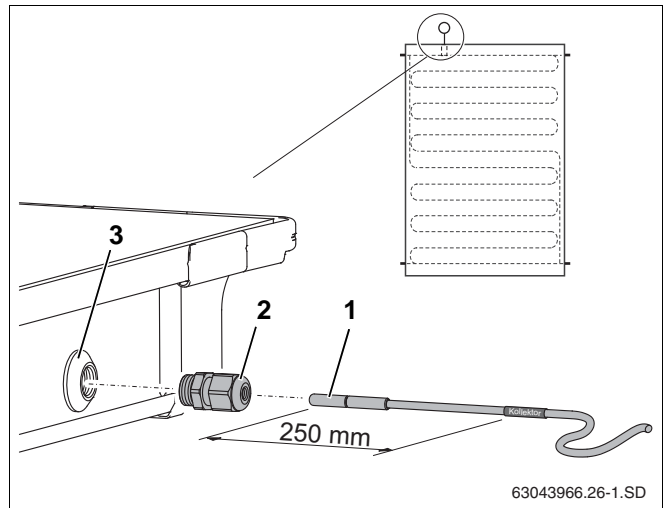

Fig. 54 Solfangerføleren skubbes ind i solfangeren
For at solvarmeanlægget kan fungere perfekt er det nødvendigt, at solfangerføleren (fig. 54, **pos. 1**) skubbes ind i følerens lederør indtil anslag (svarende til ca. 250 mm).
- ▶ Gennembryd tætningslaget til gennemføringen med solfangerføleren eller en skruetrækker (fig. 54, **pos. 3**).
- ▶ Skru klemforskrningen (fig. 54, **pos. 2**) ind i følerens gennemføring.
- ▶ Stram klemforskrningen (fig. 54, **pos. 2**), og hold evt. imod.
Hvis du har gennembrudt følergennemføringen (fig. 54, **pos. 3**) for en forkert solfanger, skal den tætnes med proppen fra tilslutningssættet. Ved hjælp af kabelforskrningen (fig. 54, **pos. 2**) skal du først fjerne møtrikken, som befinder sig i følergennemføringen.